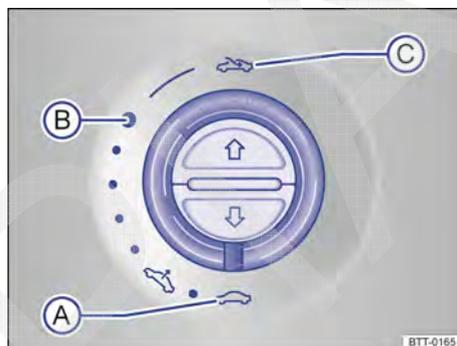
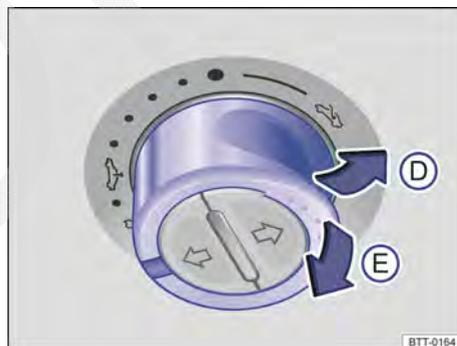

Fig. 93 No revestimento do teto: Interruptor para o teto de vidro.
Fig. 94 No revestimento do teto: Interruptor para o teto de vidro.
Para abrir o teto de vidro, o interruptor rotativo precisa estar na posição → Fig. 93 (A).
- **Abrir totalmente:** girar o interruptor para a posição → Fig. 93 (C) e pressionar até que o teto de vidro chegue à posição desejada.
- **Posição de conforto:** girar o interruptor para a posição (B).
- **Fechar totalmente:** girar o interruptor para a posição (A).
- **Ajustar uma posição intermediária:** girar o interruptor da posição (B) até a (A).
- **Expor totalmente:** pressionar o interruptor brevemente na direção da seta → Fig. 94 (D).
- **Parar o curso automático:** pressionar ou puxar brevemente o interruptor de novo na direção da seta (D) ou (E).
- **Fechar totalmente:** puxar o interruptor na direção da seta (E).
- Girar o interruptor para a posição → Fig. 93 para a posição **A**.
- alguns segundos após a liberação do limitador de força, puxar o interruptor → Fig. 94 no sentido da seta **E** até que o teto solar esteja completamente fechado.